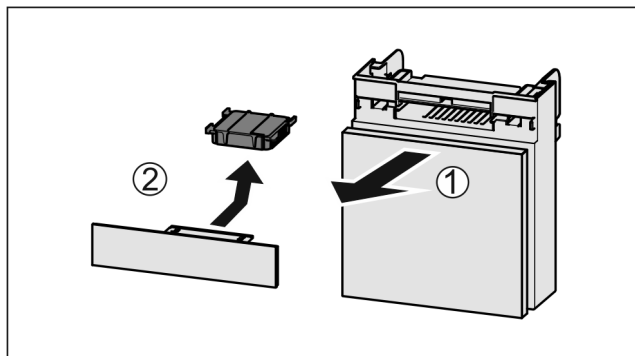

Fig. 118
- Estrarre il vano tirando in avanti Fig. 118 (1).
- Rimuovere il filtro a carboni attivi Fig. 118 (2).